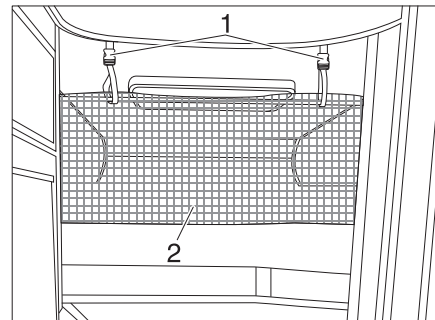

Fig. 151 Red de seguridad
La red de seguridad (Fig. 151, 2) viene de serie entre el colchón y el somier. Tender la red de seguridad cuando la persona ya se encuentre en la cama.
- Engatillar las cintas de sujeción (Fig. 151, 1) en los soportes en el techo.